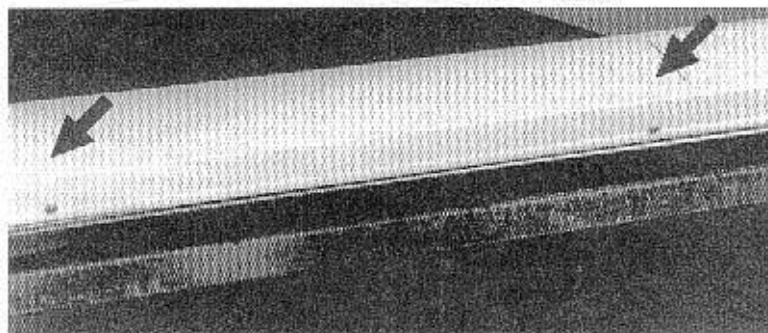
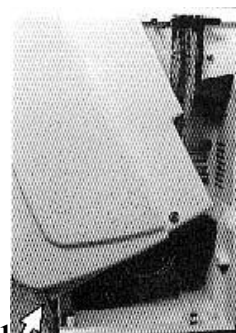

Рис. 5
Рис. 11
**Внимание:** аппарат должен быть упакован с заботами и преимущественно в своей упаковке. Удары могут исказить свою общую структуру и повреждать функции и свою этикетку. Чтобы снять обшивку, отвинтить два винта сзади аппарата (рис. 5). Эти винты служат только при доставке аппарата, они будут выброшены на свалку после разгрузки с крузова.
- При установке модуля, корпус должен быть снят. Чтобы его демонтировать, вывинчивают два крепежных винта (рис. 5). Корпус имеет два невыпадающих винта, расположенные у основания с каждой стороны, которые вывинчиваются не удаляясь из корпуса (рис. 11).